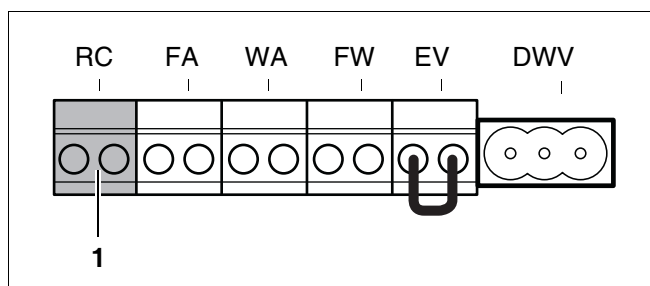

Fig. 51 Klemrække - rumbetjeningsenhed ModuLine og EMS-bus (tilslutningsfarve orange)
- Slut EMS-bussens tilslutningskabel til det orange stik på klemmetilslutningslisten (fig.51, **pos. 1**).